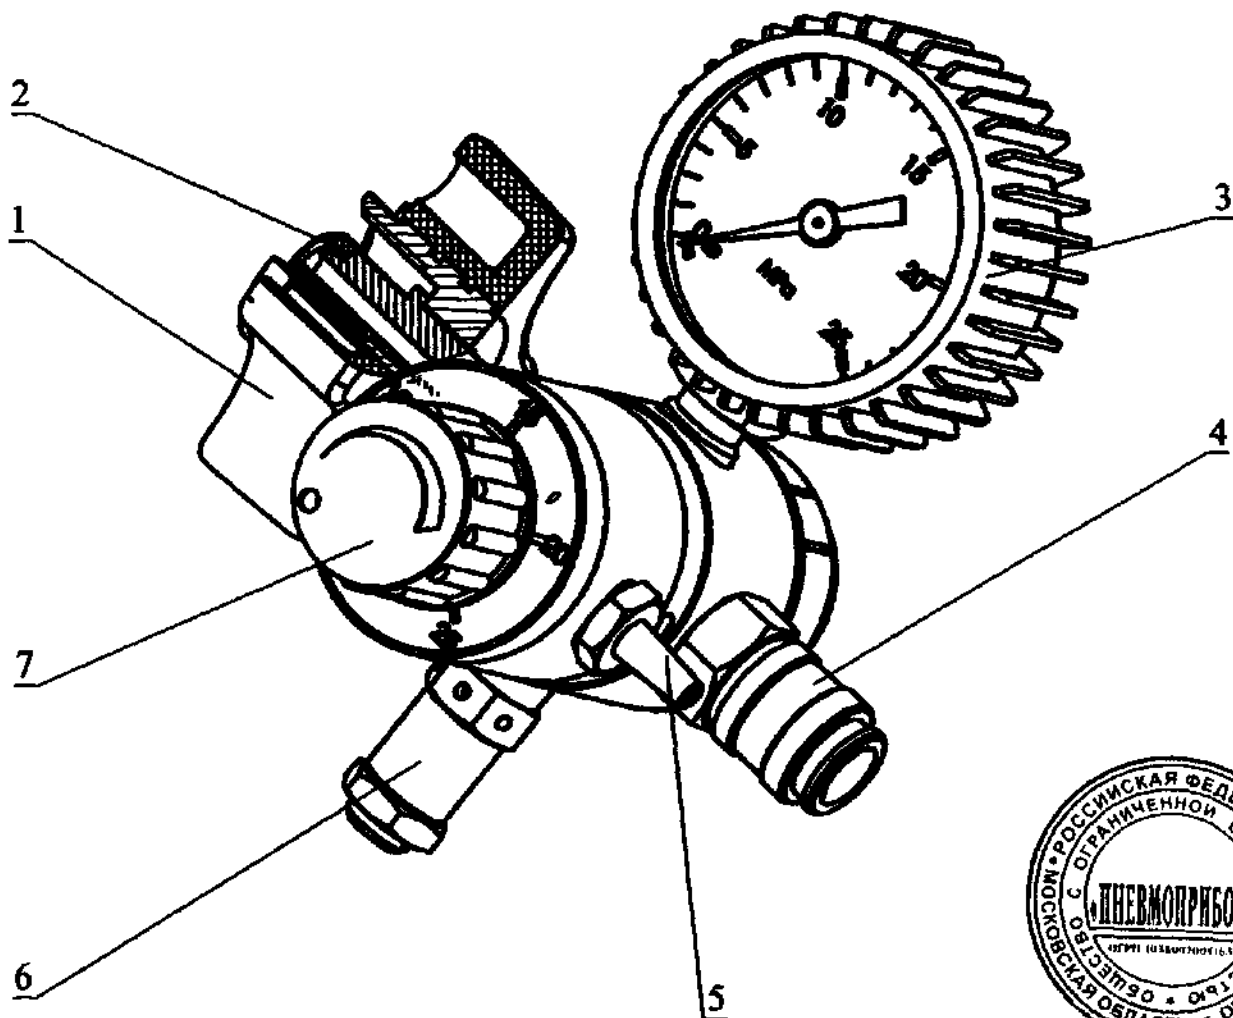

Рисунок 2 - Регулятор подачи кислорода
Накидная гайка 1 (рисунок 2) предназначена для подсоединения редуктора-ингалятора к вентилю кислородного баллона. Герметичность соединения обеспечивается прокладкой 2.
1.4.3 Фитинг 4(рисунок 2) быстросъемного соединения (мод. 5081-1/4, фирмы Samozzi) предназначен для присоединения к редуктору-ингалятору любого аппарата ИВЛ, работающего при давлении на входе $0,4 \pm 0,05$ МПа ($4 \pm 0,5$ кгс/см²).
Прокладка предназначена для замены поврежденной прокладки 2 (рисунок 2).